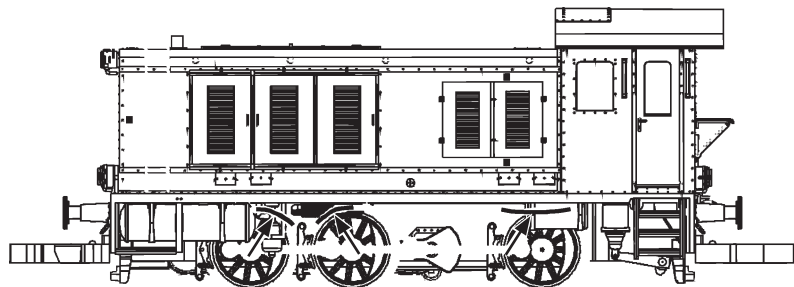

Fig. 4
Mehrzugbetrieb: Zuerst Lokgehäuse abnehmen (Fig. 4). Danach den Brückenstecker aus der Schnittstelle entfernen (diesen sorgsam aufbewahren). Danach den Stecker des Steuerbausteins lagerichtig einsetzen (siehe Fig. 6).
2. Schmierung: Versehen Sie die im Schmierplan in Fig. 5 gekennzeichneten Stellen mit nur **kleinen Öltropfen**. Dazu zuerst das Lokgehäuse abnehmen (Fig. 4). Wir empfehlen den ROCO **Öler Art.-Nr. 10906**. Fürs Schmieren der Getriebeteile (Zahnräder, Schnecke) empfehlen wir das **ROCO-Spezialfett Art.-Nr. 10905**. Im Falle der Schmierung diese Teile **nicht ölen**.
3. Kohlebürstenwechsel: Lokgehäuse abnehmen (Fig. 4). Danach wird der Motor ausgebaut und die Kohlebürsten ausgewechselt (Fig. 7).
2. Lubrication: Apply **tiny oil drops** to spots marked in Fig. 5. Prior to lubrication dismantle locomotive (Fig. 4). We recommend using item no. **10906, ROCO oiler**. For lubrication the gearparts (e.g. cogwheels, worm) we would recommend our ROCO **special grease** (item no. **10905**).
3. Carbon Brush Changing: First remove locomotive body (Fig. 4), and then the motor (Fig. 7).
2. Graissage: N'appliquez **qu'une toute petite goutte** aux endroits indiqués par le plan de graissage (Fig. 5) après avoir démonté la caisse de la locomotive (Fig. 4). Nous vous recommandons **le graisseur à huile ROCO réf. 10906**. Pour graisser les engrenages (roues dentées, vis sans fin) nous vous conseillons la **graisse spéciale ROCO réf. 10905** pour engrenages en matières synthétiques. Lorsque vous utilisez cette graisse il faut éviter d'huiler ces composants.
3. Remplacement des balais du moteur: Démontez la caisse (voir Fig. 4). Démontez ensuite le moteur et échangez le balais (Fig. 7).